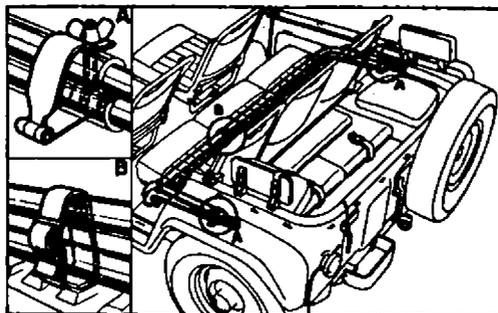

Рис. 135 Крепление дуг тента в кузове автомобиля:
3. Дуги тента закрепить в походное положение в кузове автомобиля как показано на рис. 135.